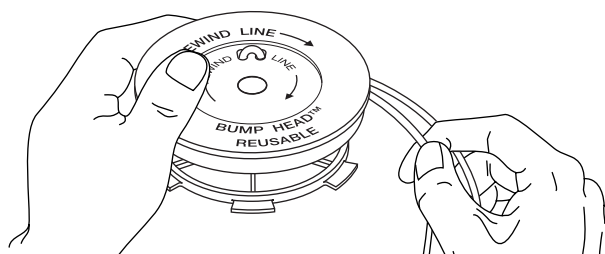

Fig. 20
7. Enroulez les fils en couches uniformes serrées sur le moulinet (Fig. 20). Enroulez le fil dans le sens indiqué sur le moulinet intérieur. Placez votre index entre les deux fils pour les empêcher de se superposer. Ne superposez pas les extrémités du fil. Passez à l'étape 11.